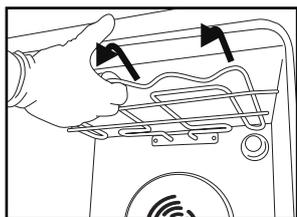
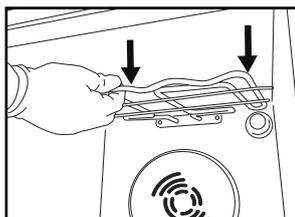

Fig. 3
Fig. 4
2. Tire de la resistencia ligeramente hacia fuera (Fig. 3) y bájela (Fig. 4).